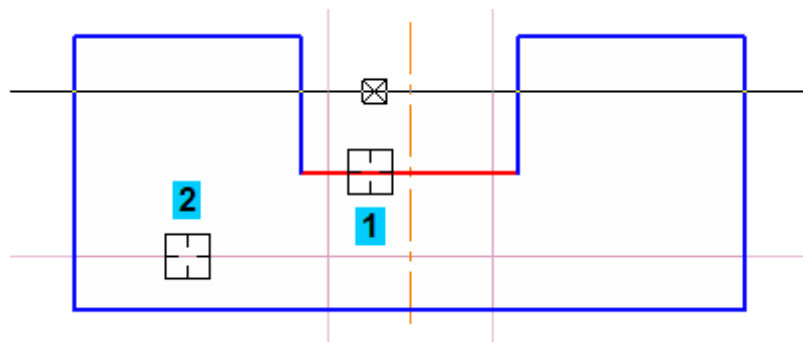

Рисунок 14.
- Создайте оба варианта вспомогательных прямых (курсоры 2 и 3). (рис. 14).
- Создайте только нижний вариант вспомогательной прямой (курсор 2) (рис. 14).